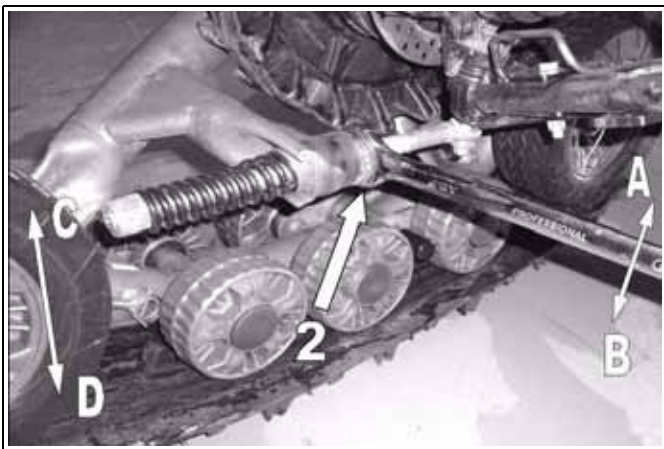

Abbildung 5
- Stellen Sie die in Abbildung 5 dargestellte Überwurfmutter (2) ein, bis das Flacheisen einen Abstand von 254 ± 6 mm zum Boden erreicht. Auf der rechten Seite bewirkt ein Drehen des Schraubenschlüssels in Richtung A eine Drehung des Systems in Richtung C, wobei ein Drehen des Schraubenschlüssels in Richtung B, das System in Richtung D dreht (auf der linken Seite umgekehrt vorgehen).